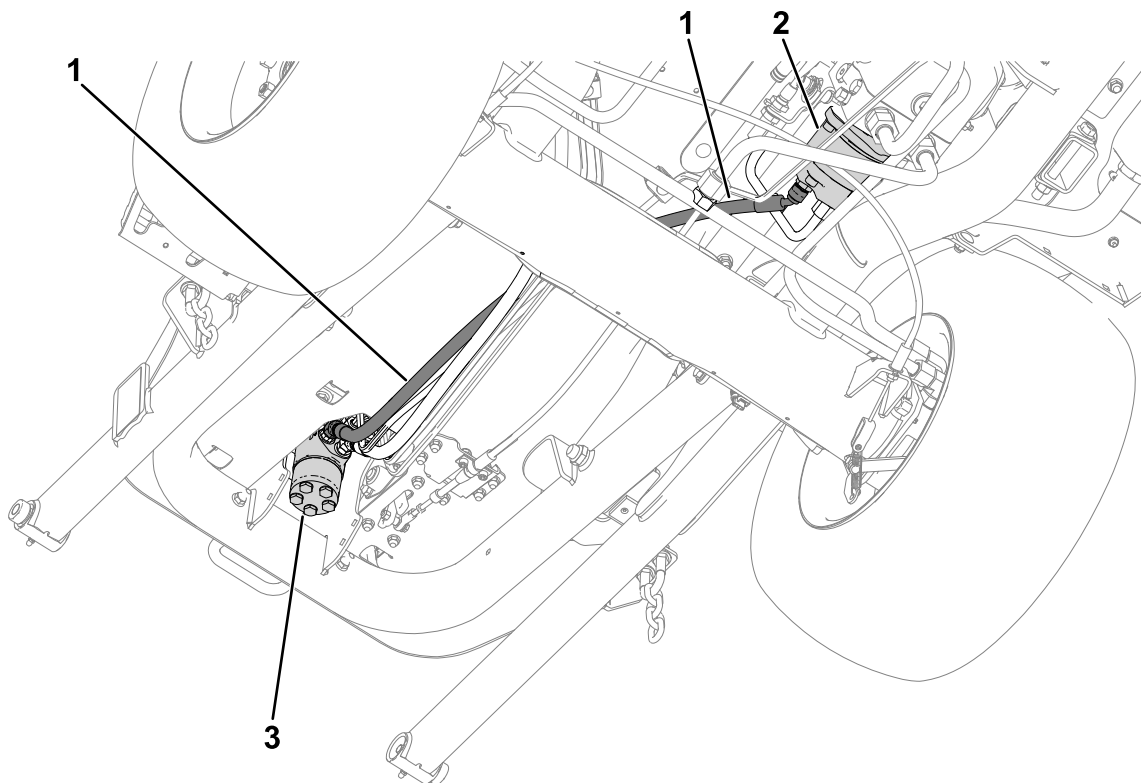

Figure 13
5. Veillez à acheminer le flexible hydraulique, comme montré à la Figure 13.